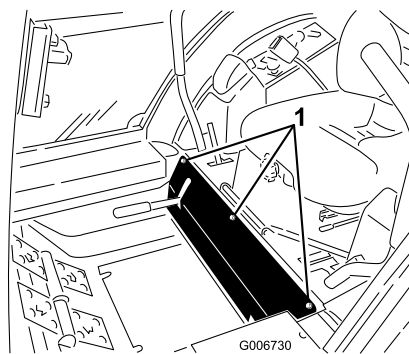

Figure 71
3. Retirez les boulons de fixation du panneau avant et déposez le panneau (Figure 71).